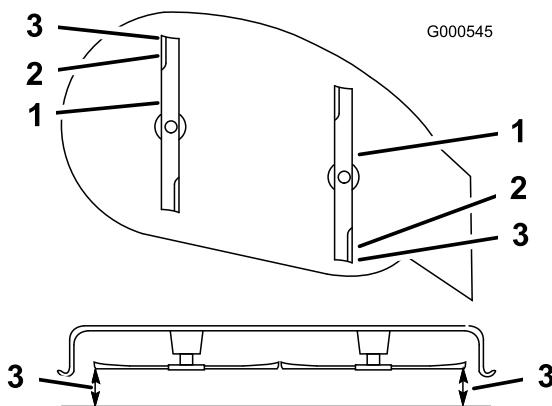

Bild 46
9. Stellen Sie die Schnithöhe auf die Stellung **D** (76 mm) und drehen Sie die Messer vorsichtig, sodass sie nach vorne und hinten zeigen (Bild 46).
10. Messen Sie zwischen der Messerspitze vorne und hinten und der ebenen Fläche (Bild 46). Stellen Sie, wenn die vordere Schnittmesser spitze nicht um 1,6 – 7,9 mm tiefer liegt als die hintere, die vorderen Sicherungsmuttern ein.